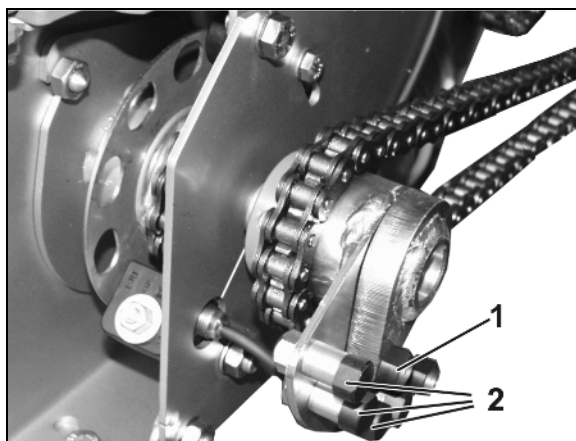

Рис. 108
В случае блокировки дозирующего вала вследствие попадания посторонних предметов в дозатор, пластиковый винт отходит в сторону (Рис. 108/1) и работа привода во избежание повреждений прерывается.
3. Извлеките запасной винт (Рис. 108/2) из держателя.